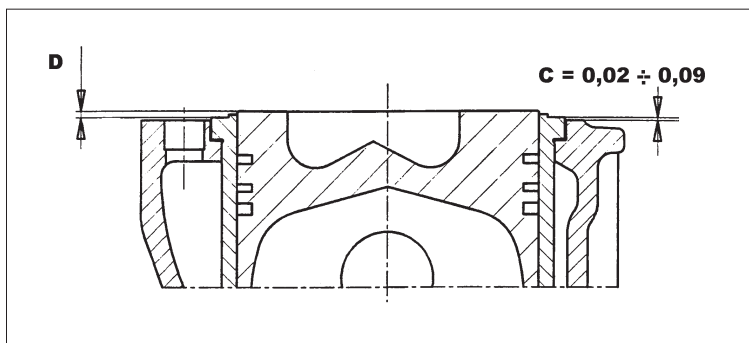

Fig. 7 - Détermination de l'épaisseur du joint de culasse moteur.
- **saillie du cylindre du carter moteur de 0,02** à 0,08 mm, voir aussi cote **C** sur figure 7.
- **saillie du piston par rapport au plan d'appui des joints de culasse sur le cylindre de 0,14** à 0,78, voir cote **D** sur figure 7, et choisir les joints les plus convenables parmi ceux indiqués au point **D** dans le tableau ci-dessous.